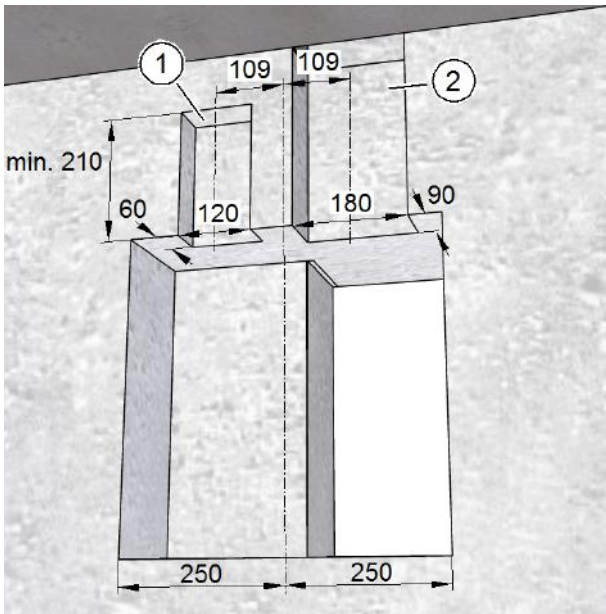
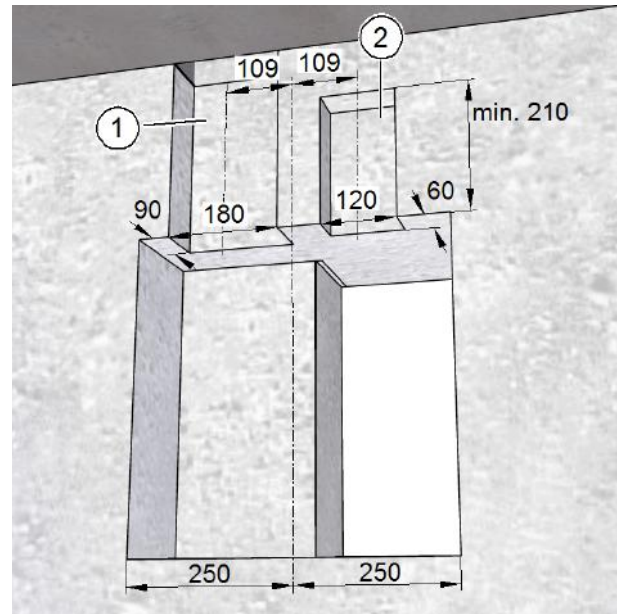

Abb. 13: Mauernuten für Flachkanal- und Flexrohranschluss fräsen, Maße in Millimeter
Abb. 14: Mauernuten für Flexrohr- und Flachkanalanschluss fräsen, Maße in Millimeter
- Abb. 13: **Abluft** (Pos. 1) Flachkanalanschluss, **Zuluft** (Pos. 2) Flexrohranschluss
- Abb. 14: **Abluft** (Pos. 1) Flexrohranschluss, **Zuluft** (Pos. 2) Flachkanalanschluss
- ▶ Fräsen Sie mit der Mauernutfräse eine Nut für das Flexrohr mit der Breite 180 mm und der Tiefe 90 mm bis zum Deckenauslass des Flexrohrs (siehe Abb. 13 und Abb. 14 auf Seite 17).